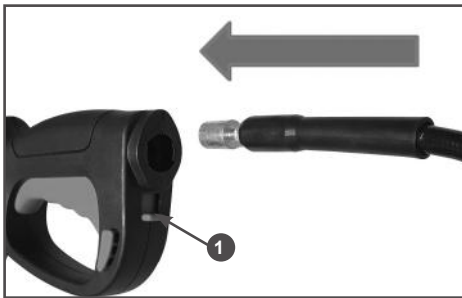

Рис. 5 Подсоединение шланга высокого давления к пистолету HP5160
**HP5160** — убедитесь, что фиксатор шланга на пистолете (Рис. 5 п. 1) находится в нижнем положении. Вставьте адаптер шланга высокого давления в коннектор пистолета до упора, после чего переведите фиксатор шланга в верхнее положение.